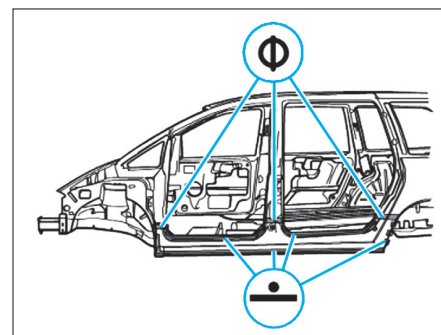

FIG. 39
- Souder la pièce neuve à la pointeuse électrique (Fig.39).